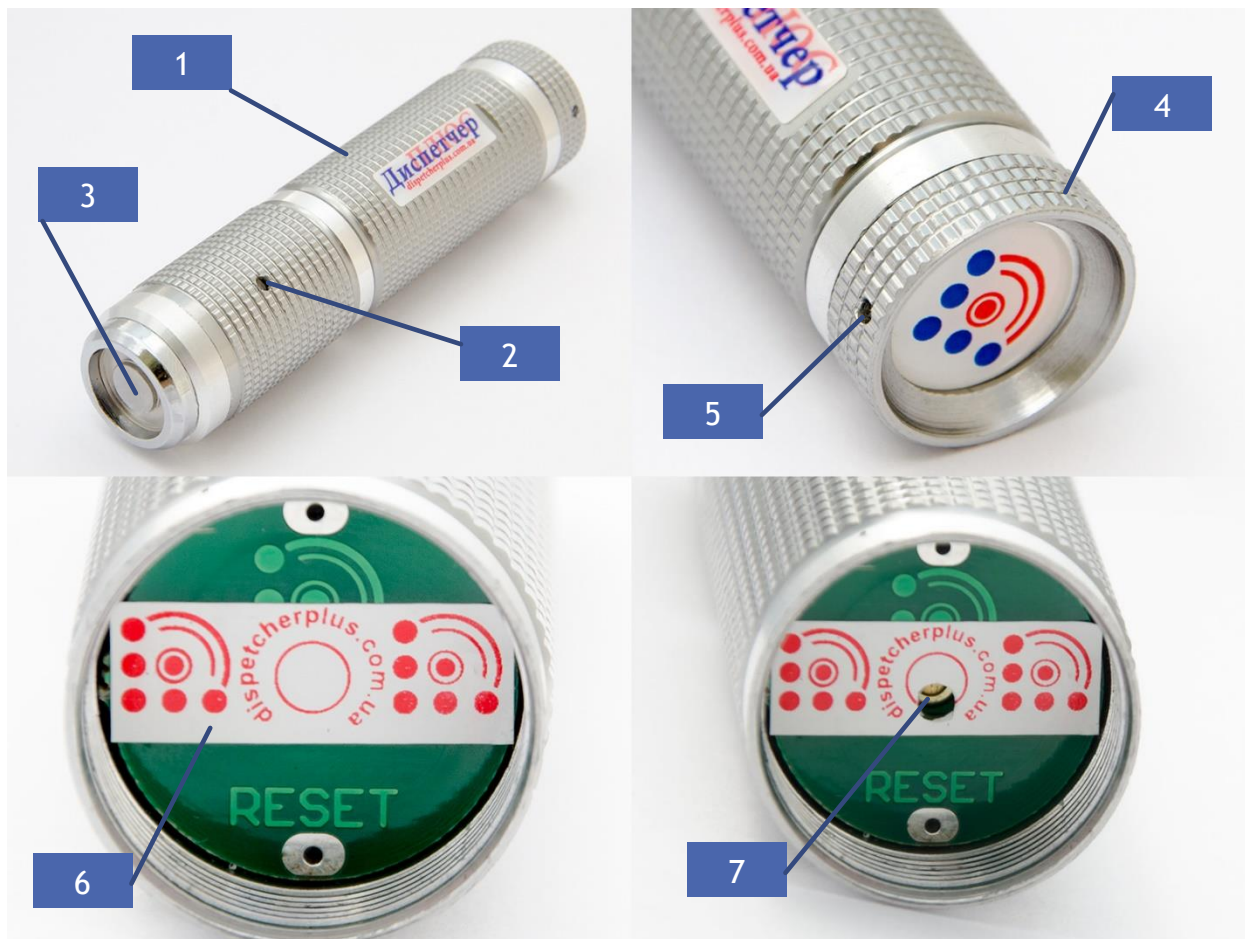

Рисунок 3.1 - Конструкция ПРС
- ПРС автоматически следит за состоянием своей работоспособности. Однако в очень редких случаях возможно зависание прибора. В этом случае допускается с помощью неметаллического предмета (спичка и т.п.) проткнуть пломбировочную наклейку и нажать кнопку сброса, которая находится под наклейкой (см. рисунок 3.1, пункт 7). После этой процедуры прибор должен начать работать, проинформировав об этом соответствующей световой индикацией.
- **ДОПУСКАЕТСЯ** прокалывание пломбировочной наклейки неметаллическим предметом в ее центральной части для нажатия кнопки сброса (см. рисунок 3.1, пункт 7) - такое повреждение наклейки, показанное на рисунке 3.1, пункт 7, **НЕ ЯВЛЯЕТСЯ** условием для прекращения гарантийных обязательств